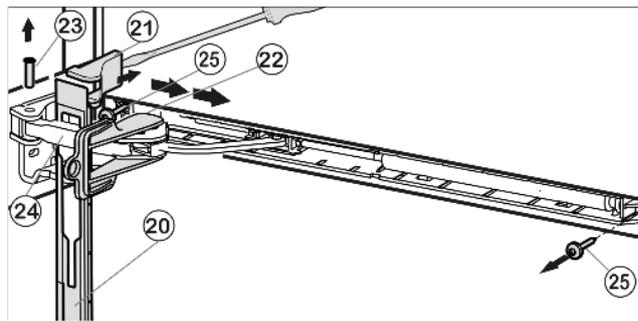

Fig. 10
- ▶ Spingere in avanti il pannello sopra la staffa dell'ammortizzatore Fig. 10 (24) in direzione dell'apparecchio.
- ▶ Innestare la protezione Fig. 10 (22) nell'asola.
- ▶ Sollevare la copertura Fig. 10 (21) con il cacciavite dal lato esterno e toglierla tirando verso l'esterno.
- ▶ Spingere fuori dal basso il perno Fig. 10 (23).
- ▶ Spingere la staffa dell'ammortizzatore Fig. 10 (24) verso la porta.
- ▶ Togliere il pannello Fig. 10 (20).
- ▶ Svitare l'intera unità dell'ammortizzatore di chiusura (2 x Torx 15) Fig. 10 (25).